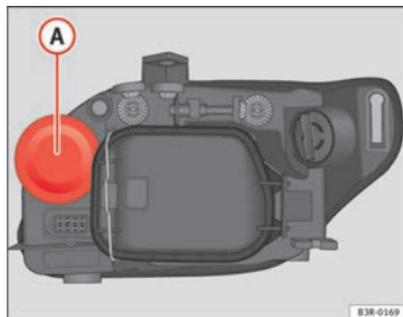

Fig. 204 Ampoule du clignotant
- Retirez le cache en caoutchouc ⇒ fig. 204 et tirez.